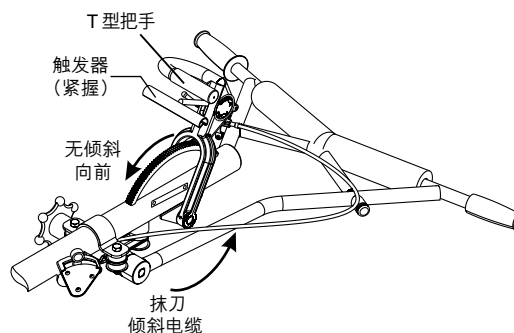

图10. 抹刀倾斜T型把手 (Quick Pitch™ 把手)
2. 对于**Quick Pitch™把手**型号来说，通过抓住T型把手(图10)，然后扣动触发锁并向前推动即可最大程度曝露倾斜电缆，此时即无倾斜(抹刀保持水平)。